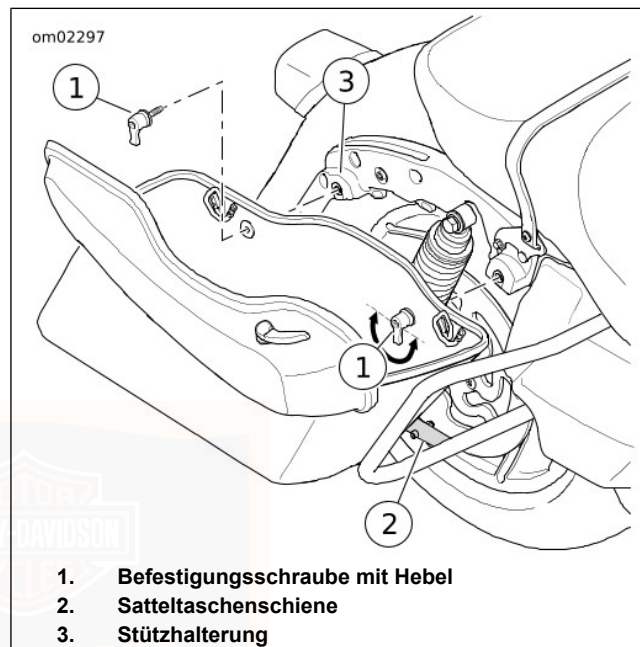

Abbildung 63. Ausbau/Einbau der Satteltasche (typisch)
2. Siehe Abbildung 63. Die Hebel der Befestigungsschrauben gegen den Uhrzeigersinn drehen, um die Befestigungsschrauben von der Stützhalterung zu entfernen.
1. Siehe Abbildung 63. Die Satteltasche behutsam in die Einbaustellung auf der Satteltaschenschiene bringen. Die Befestigungstüllen an der Stützhalterung ausrichten.